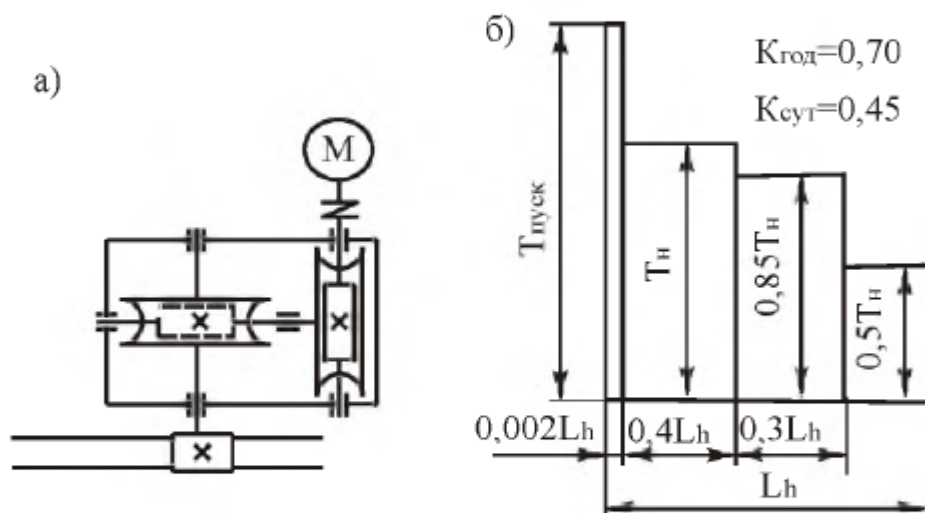

Рис. 6.25. Привод толкателя вырубной машины: а – кинематическая схема; б – график нагрузки
**Тема 25.** Спроектировать привод толкателя вырубной машины (рис. 6.25, табл. 6.25). Привод толкателя осуществляется асинхронным электродвигателем общего машиностроительного применения. Включает в себя червячный двухступенчатый редуктор. Быстроходная ступень редуктора – с верхним расположением червяка, тихоходная ступень – с нижним расположением червяка. Входной вал редуктора соединен с валом электродвигателя упругой муфтой.